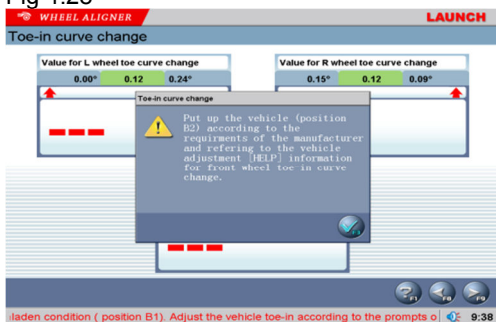

Fig 4.28
4. Colocar el vehículo (a la posición B2) según las exigencias del fabricante como se muestra en Fig 4.28